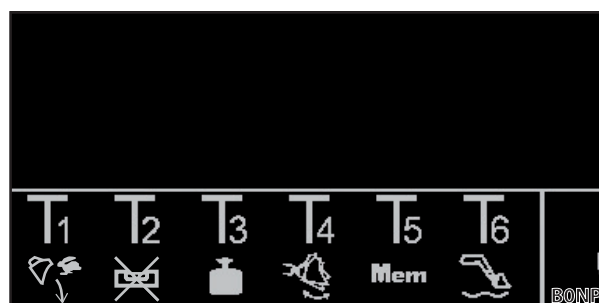

Fig. 34 Voorbeeld knopbezetting
- (1) Knop Tx (🖱️) op de joystick ingedrukt houden.
**i** Welke knop moet worden ingedrukt, hangt af van de betreffende knopbezetting. In Fig. 34 is het bijv. knop T2.